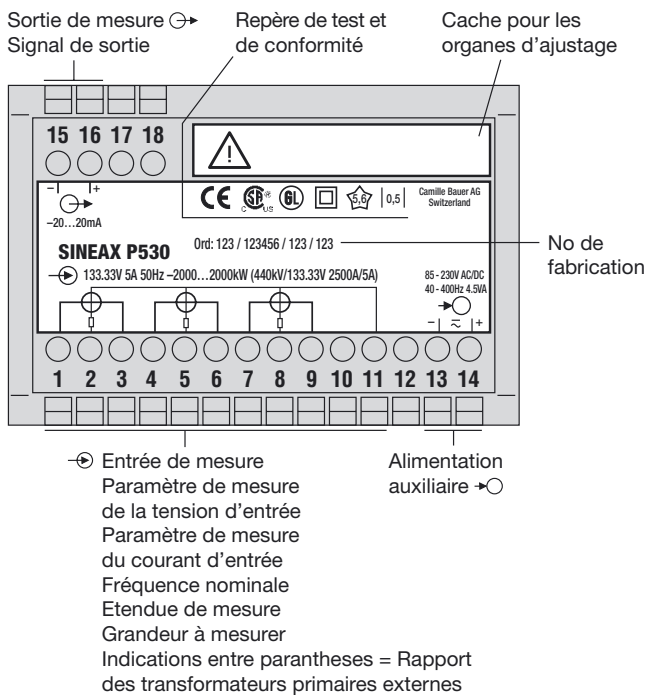

Fig. 5. Déclaration pour la plaquette signalétique.
... que les caractéristiques techniques qui permettent de résoudre le problème de mesure correspondent aux données mentionnées sur la plaquette signalétique du SINEAX P530/Q531 (→ ⊕ entrée de mesure, ⊖ → sortie de mesure et → ⊕ alimentation auxiliaire, voir Fig. 5)!
- Enlever le cache sur les organes d'ajustage (petite plaquette autocollante, Fig. 5).